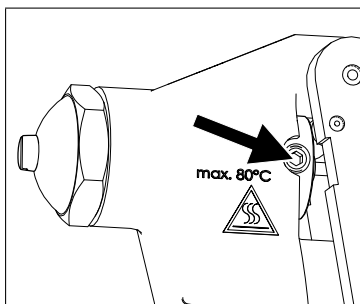

Fig. 15: Perno filettato
2. Ruotare il manicotto di guida finché il perno filettato è posizionato nello spazio tra la leva del grilletto e il corpo della pistola (vedi Fig. 15 a pagina 39).
2. Ruotare il manicotto di guida finché il perno filettato è posizionato nello spazio libero del corpo della pistola (vedi Fig. 15 a pagina 39).